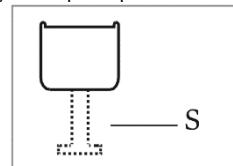

Fig.13
- asigurați-vă că ușile aparatului se deschid, se închid și etanșează corect. După ce ati terminat și dacă sunteți mulțumit de modul de montare a aparatului în dulap, îndoiti și rupeți părțile distanțierelor albe marcate cu „S”, așa cum se arată în conturul punctat din fig. 13. Lăsați restul capacului distanțierelor peste plăcile metalice.